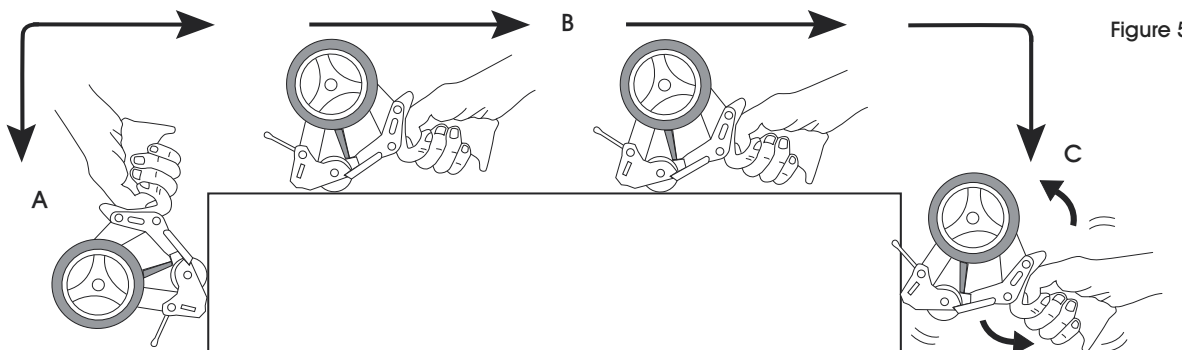

Figure 5
4. Start desired depth on the side of the box. (See Figure 5, A)
5. Roll dispenser along the carton seam. Tape should be applied evenly and smoothly with pressure being applied by the roller. (See Figure 5, B)
6. Continue down the opposite end to desired length. Tilt dispenser forward, allowing the blade to cut the tape and the wipe down blade to seal down the end of the tape. (See Figure 5, C)
4. Commencez à la profondeur souhaitée sur le côté de la boîte. (Voir Figure 5, A)
5. Tirez le dévidoir le long de la jointure des rabats de la boîte. Le ruban doit être appliqué de façon uniforme et en exerçant une légère pression à l'aide du rouleau. (Voir Figure 5, B)
6. Continuez jusqu'à la longueur souhaitée sur le côté opposé de la boîte. Inclinez le dévidoir vers l'avant afin que la lame puisse couper le ruban et que la languette de pression puisse coller l'extrémité du ruban adhésif bien à plat contre la boîte. (Voir Figure 5, C)